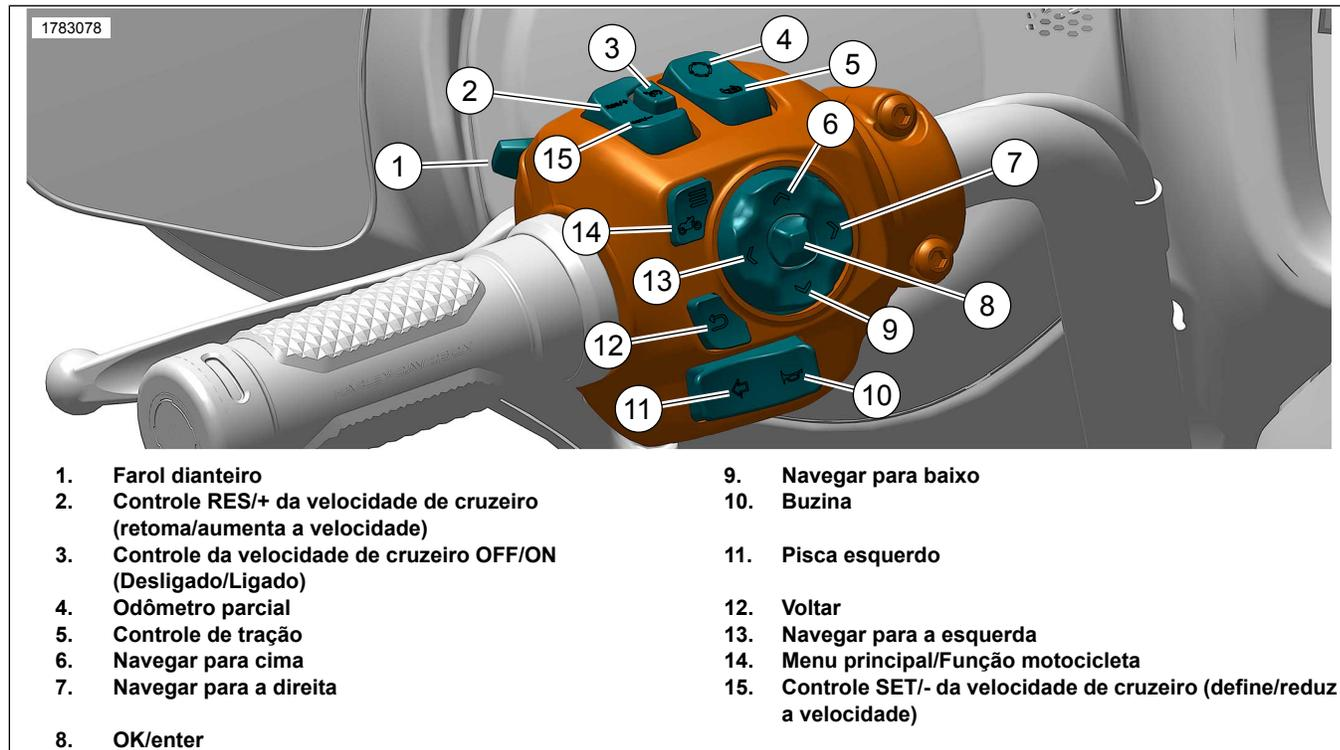

Figura 2. Módulo do controle manual esquerdo (LHCM)
1. Veja a figura 2. Modelos com Unidade de Controle do Infotainment (IFCU):
- f. Abrir funções do veículo (14) a partir de Módulo do controle manual esquerdo (LHCM).